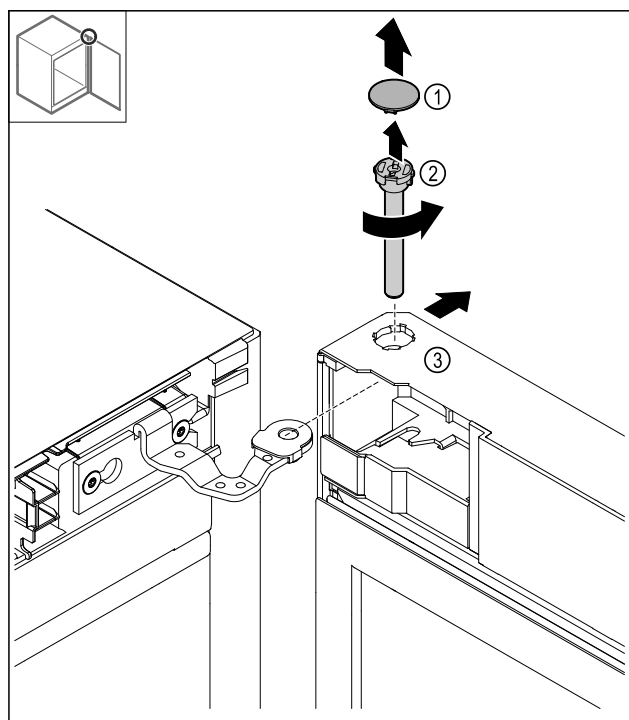

Fig. 18
- Võtke kate Fig. 18 (1) ära.
- Vabastage polt Fig. 18 (2) vastupäeva ja eemaldage.
- Kallutage veidi ust Fig. 18 (3).